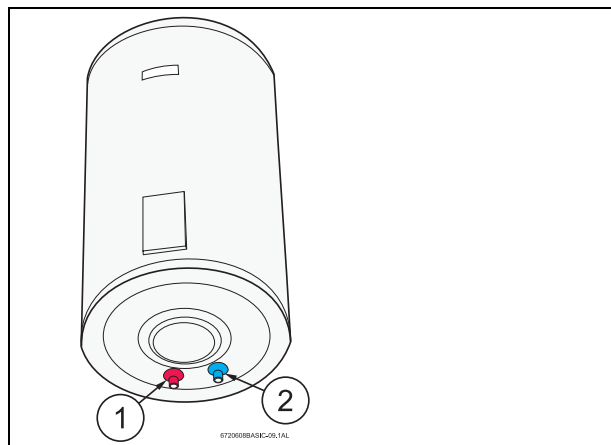

Fig. 9
- ▶ Identificar a tubagem de água fria (cor azul) e de água quente (cor vermelha), de forma a evitar uma possível troca (Fig. 9).